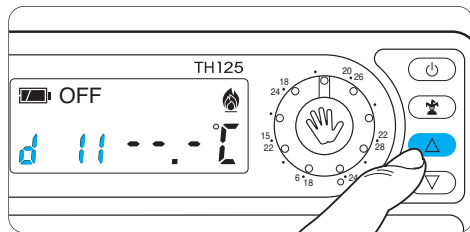

Fig. 41
12.6 - Premere il pulsante  o  sino a raggiungere il numero di giorni desiderato da 1 a 99 (fig. 41).